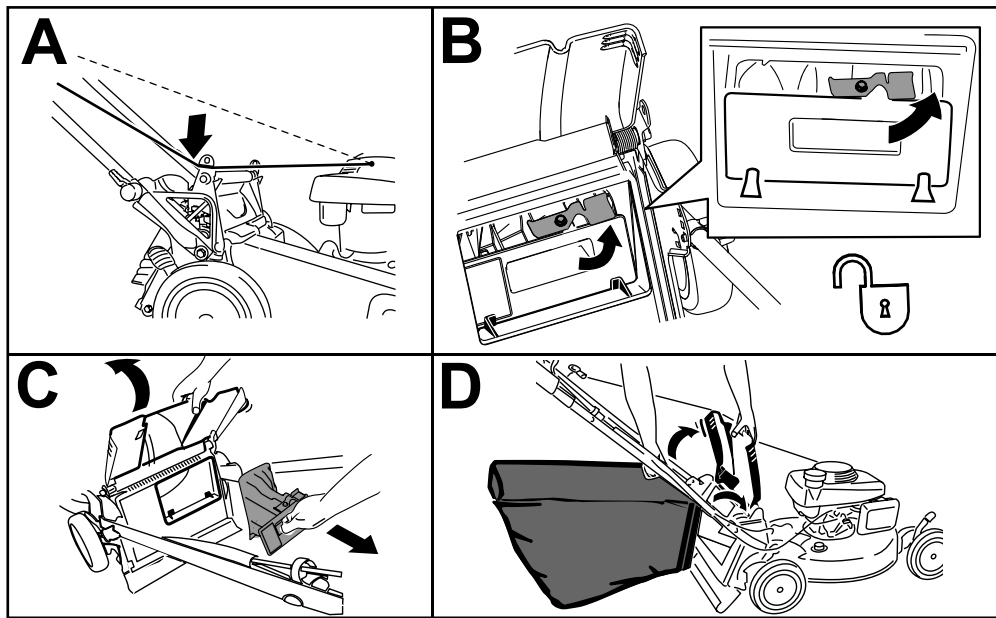

Figure 16
Remarque: Pour déverrouiller l'obturateur arrière, tournez le levier vers la droite (Figure 16).
1. Faites passer le câble du lanceur autour du guide inférieur (encadré A de la Figure 16).
2. Soulevez le déflecteur arrière et maintenez-le dans cette position puis retirez l'obturateur arrière (encadré B de la Figure 16).
3. Retirez l'obturateur arrière (encadré C de la Figure 16).
4. Accrochez le bord supérieur avant du bac aux ergots sur les crans des supports de poignée (encadré D de la Figure 16).